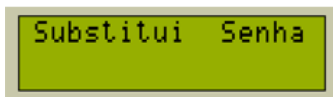

Figura 8.25: Substitui senha.
Pressionando (OK) é alterado o status em relação ao programa de bloqueio e liberado e vice versa. A Figura 8.25 ilustra o status liberado do usuário 01 ao programa 03.